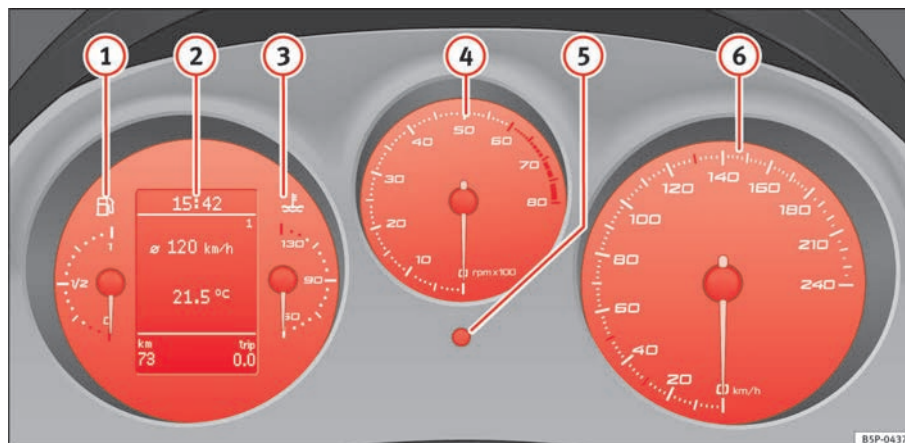

Fig. 33 Detalle del tablero de instrumentos: cuadro de instrumentos
El principio de la zona roja ⇒ [página 59, fig. 33 !\[\]\(0d8dbecab417365fecc7101facf6c8bb_img.jpg\)](#) indica el régimen máximo de revoluciones del motor funcionando a temperatura de servicio. Antes de alcanzar dicha zona se debe cambiar a una marcha más larga, colocar la palanca selectora en D o levantar el pie del acelerador.
- Para ajustar las horas, gire el botón ⇒ [página 59, fig. 33 !\[\]\(56191ecbcd428c7fdbbe69028dd921b7_img.jpg\)](#) hacia la derecha, hasta el primer “clic”. Los números de la hora parpadearán. Para modificar la hora, pulse el botón.
El contador derecho registra los recorridos cortos. La última posición indica tramos de 100 m. El contador para recorridos cortos puede ponerse a cero manteniendo pulsado durante unos segundos el botón de puesta a cero ⇒ página 59, fig. 33 ⑥.